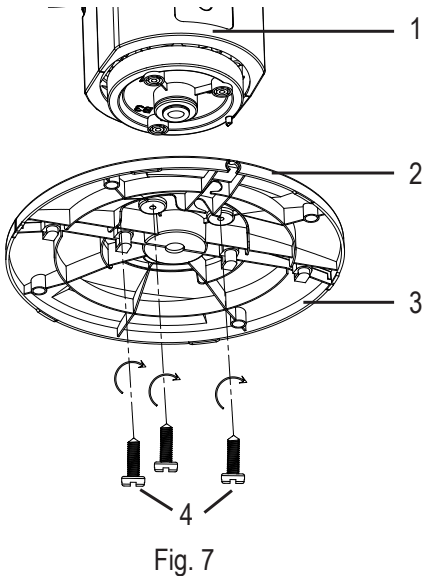

Fig. 7
1. Coloque la Base (2 y 3) a la Carcasa del Ventilador con el cable introducido entre la base (2 y 3). Asegure la base y la carcasa con 3 tornillos (4). En la Fig. 7 se muestra la alineación correcta de la base instalada a la Carcasa del Ventilador.
1. Assemble Base (2 and 3) to Fan Housing (1) making sure the cord is enclosed between base (2 and 3). Secure together with 3 Screws (4). Refer to Fig. 7 for proper alignment of assembled Base to Fan Housing.